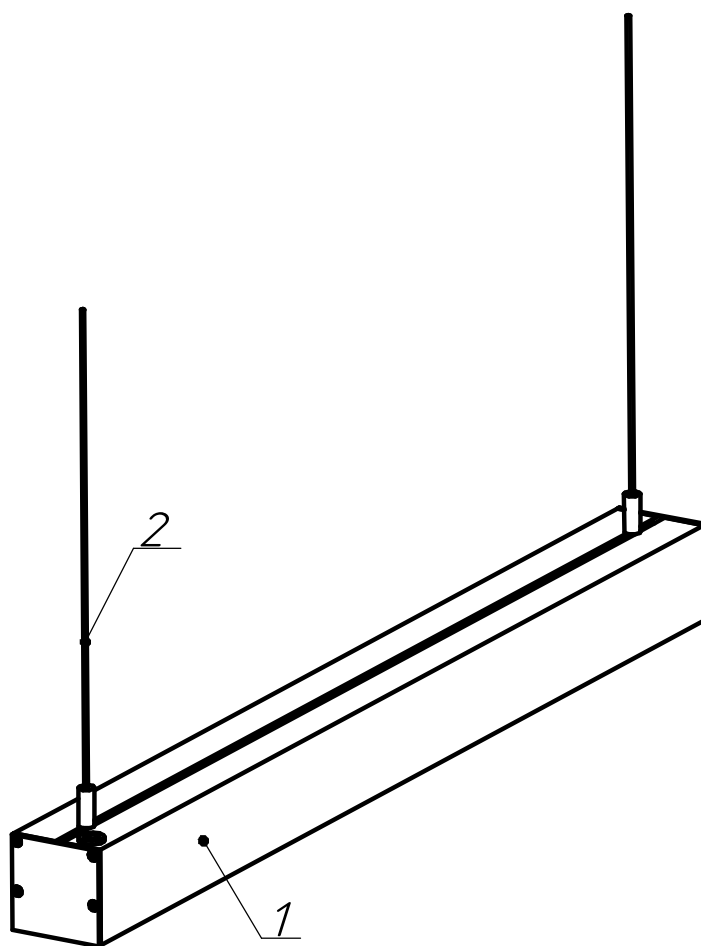

Рисунок 2 - Схема подвеса светильника ДПО02 5050
5.5 Установите в паз профиля винт из комплекта подвеса. Закрепите профиль на тросовых подвесах (см. рисунок 2).